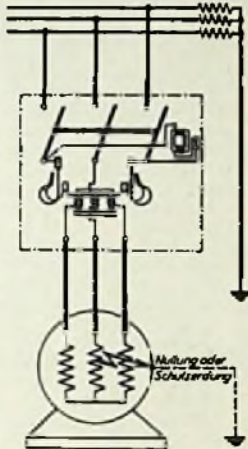

Abb. 1. Unzureichender Überstromschutz an geerdeten oder genullten Drehstrommotoren
1. Ist bei Drehstrommotoren das Motorgehäuse schutzgeerdet oder genullt oder sonst auf irgendeine Weise mit gut geerdeten Teilen verbunden, z. B. Pumpenmotoren, dann ist bei Verwendung eines Motorschutzschalters mit zwei thermischen Auslösern ein ausreichender Überstromschutz insofern nicht gewährleistet, als durch einen Erdschluß in dem ungeschützten Wicklungsteil des Motors eine Überlastung eintreten kann, ohne daß eine Auslösung des Motorschutzschalters zu erfolgen braucht, wie Abb. 1 zeigt. Abb. 2a bringt die Versuchsanordnung bei einem in Stern geschalteten Motor. Abb. 2b zeigt die Ströme der gesunden und der mit Erdschluß behafteten Wicklungsteile in Abhängigkeit von der Lage des Erdschlusses. In solchen Fällen müssen also Motorschutzschalter mit drei thermischen Auslösern verwendet werden.